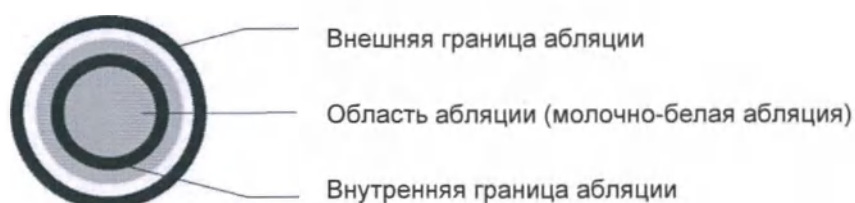

Рисунок 64: Граница абляции точек на «оценочной мишени для теста сканера»
10. Выполните стандартное «тестирование сканера» нажатием педали ЛАЗЕРА. Будет произведена абляция в виде 8 точек и 3 линий. Точки должны сформировать квадрат: 4 по углам и 4 в центре каждой стороны квадрата. Диаметр составляет $D = 1,0$ мм. Вследствие абляции изменится прозрачность «объекта тестового сканирования». В области абляции тест объект теперь будет молочно-белым (смотрите рисунок 64 на странице 102).